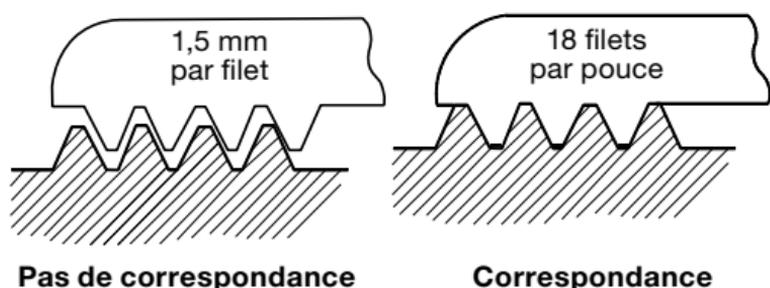

Fig. 3.
- c. Testez les gabarits de contrôle appropriés aux filetages identifiés à l'étape b. ci-dessus, jusqu'à ce que vous trouviez la forme correspondante (cf. Fig. 3).